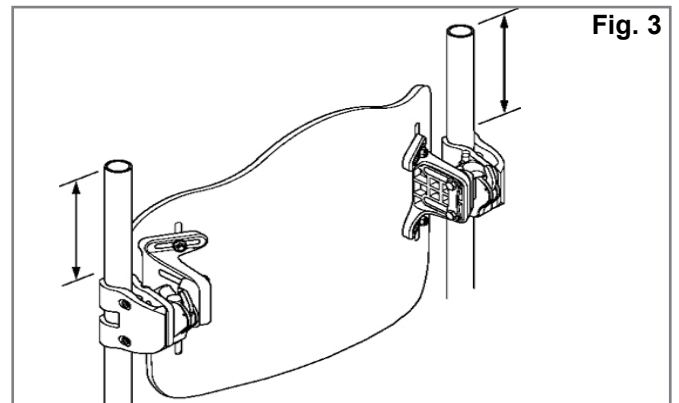
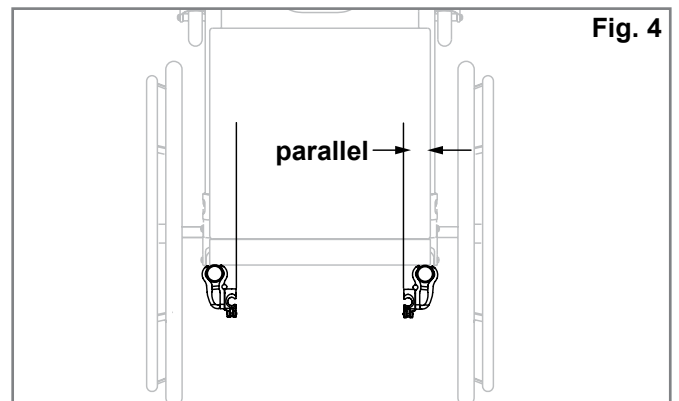

Fig. 3
Fig. 4
Anbringen der Halterungen (Fig. 3, 4, 5)
2. Legen Sie die Position der Halterungen für den Rücken an den Rückenrohren fest. Sie sollten sich an beiden Seiten auf gleicher Höhe befinden (Fig. 3) und parallel zum Sitzrahmen (Fig. 4). Eine Position weiter oben an den Rückenrohren ist in der Regel vorteilhafter.